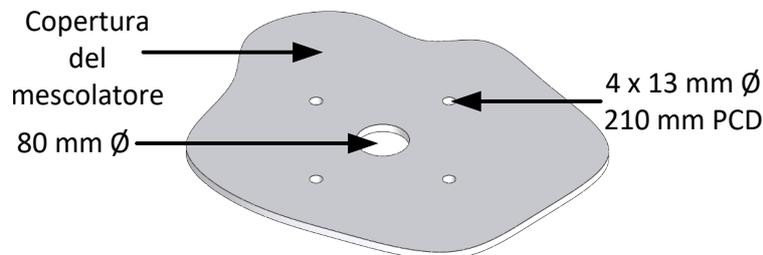

Figura 34. Coperchio di mescolatore preparato per il connettore rotante
- Utilizzando la piastra di fissaggio come modello, contrassegnare e praticare i quattro fori dei bulloni di fissaggio (Figura 34).